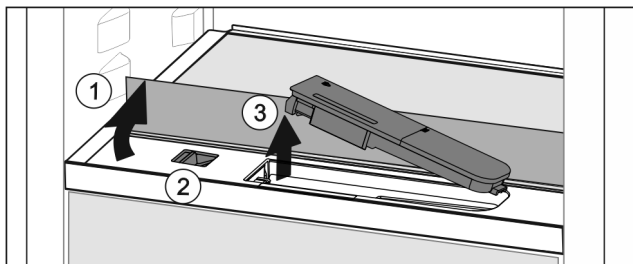

Fig. 51
- ▶ Podnieść płytę szklaną i złożyć ją z powrotem, aż do oporu Fig. 51 (1).
- ▶ Przesunąć suwak Fig. 51 (2) w lewo.
- ▶ Wyjmowanie zbiornika wody Fig. 51 (3).